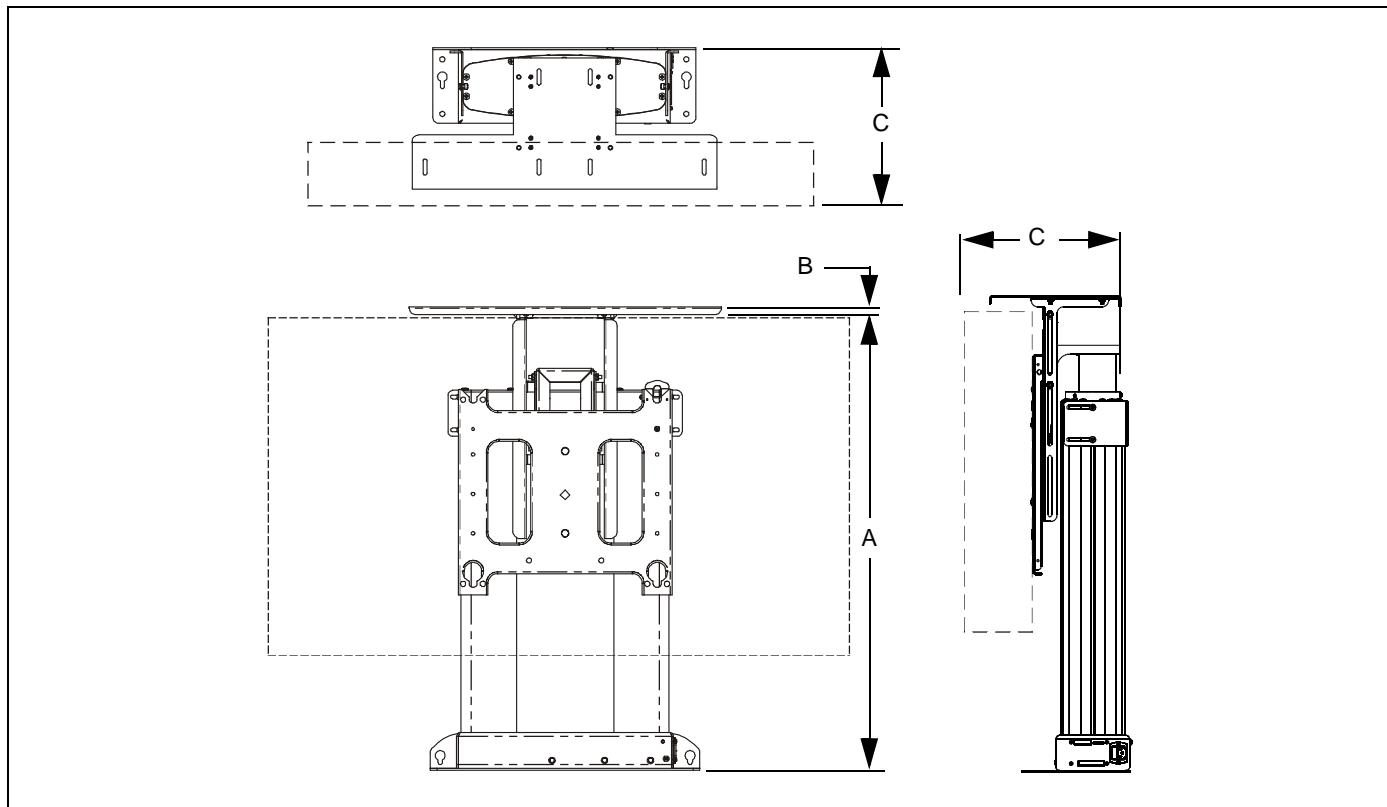

рис. 16
1. Измерьте и запишите расстояние «A», как показано на рисунке ниже. (см. рис. 16)
2. Измерьте и запишите расстояние «B», как показано на рисунке ниже. Это толщина материала крышки, которая будет установлена на устройство CM2. (см. рис. 16)
4. Измерьте и запишите расстояние «C», как показано на рисунке ниже. Это расстояние от задней части вертикального монтажного кронштейна CM2 до самой дальней точки на мониторе. (см. рис. 16)
15. Плавно передвигайте боковую крышку направляющей кабелей по креплению CM2 и соедините два отверстия в боковой крышке направляющей кабеля с двумя отверстиями в креплении CM2. (см. рис. 16)